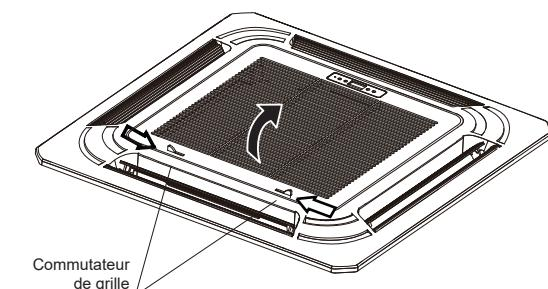

Fig. 3.12
(1) Appuyez simultanément sur les deux loquets de la grille vers l'intérieur dans le sens indiqué par les flèches pour la soulever (fig. 3.12).